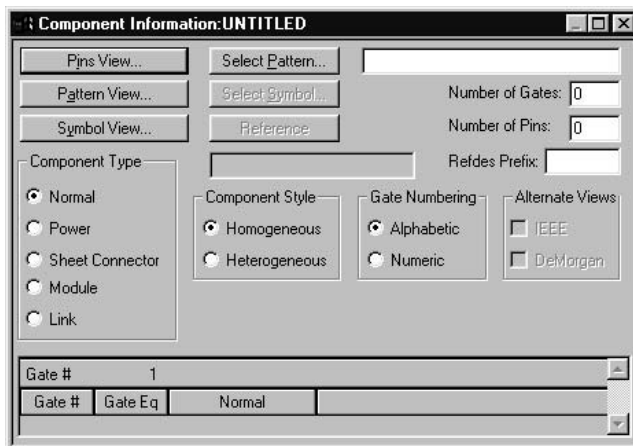
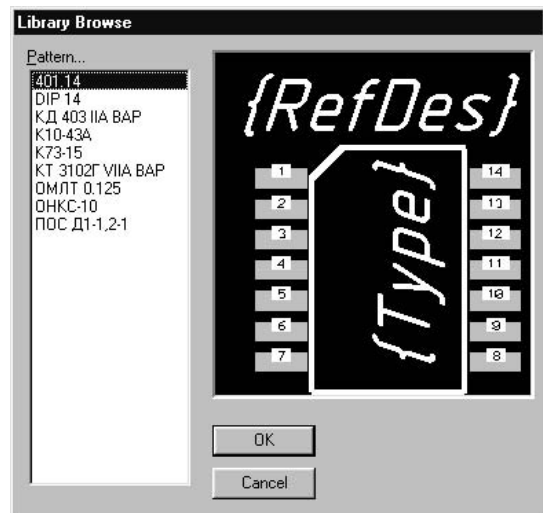
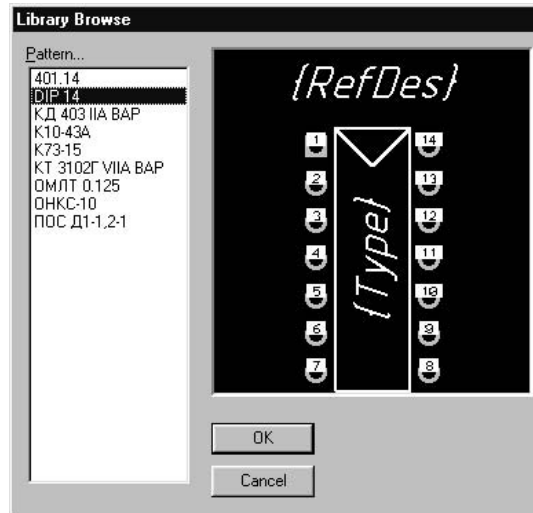

Рис.4.2.2
Рис.4.2.3
Рис.4.3.1
3. В результате появится диалоговое окно **Component Information** (Информация о компоненте) (рис.4.2.2). В этом окне нажать кнопку **Select Pattern** (Выбор ПМ) и в окне **Library Browse** (Просмотр библиотеки) (рис.4.2.3) выбрать посадочное место (Pattern) для этой микросхемы. В списке имеющихся посадочных мест им является место - 401.14. Нажать кнопку ОК.
- В результате появится диалоговое окно **Component Information** (см. рис.4.2.2). В этом окне нажать кнопку **Select Pattern** и в появившемся окне **Library Browse** выбрать посадочное место для этой микросхемы К511ПУ2 (рис.4.3.1). В списке имеющихся посадочных мест выбрать DIP14 и нажать кнопку ОК.